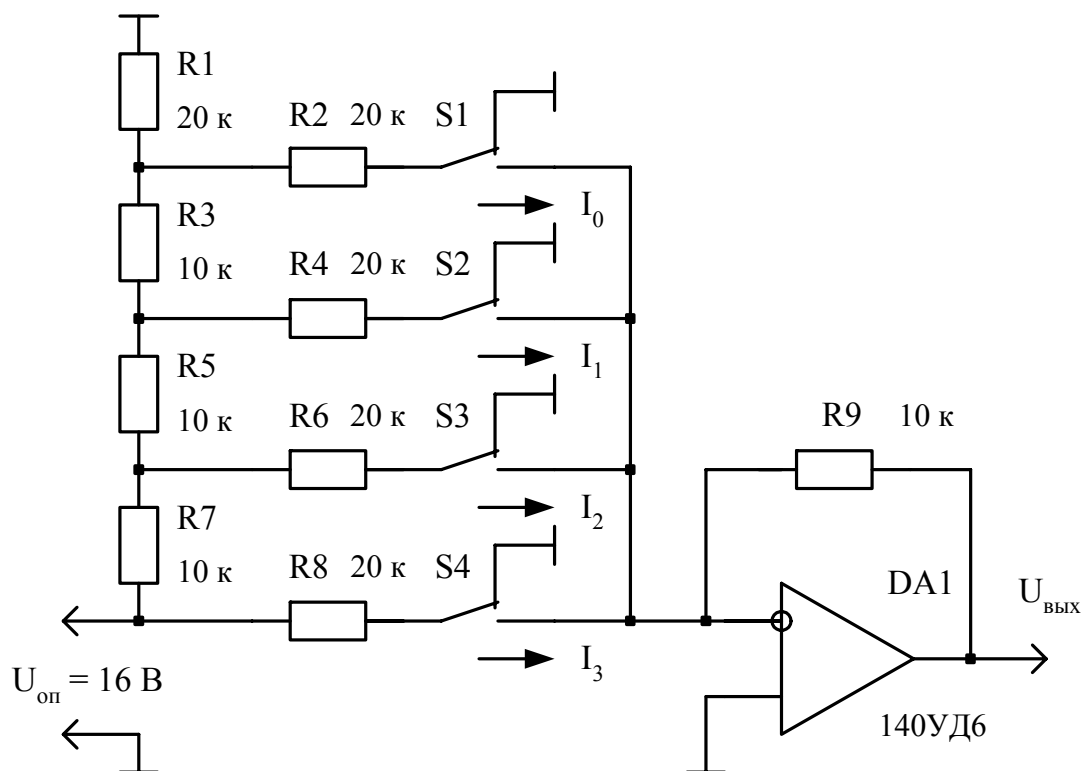

Рис. 5.1. ЦАП с резистивной матрицей $R-2R$
- резистивная матрица $R-2R$ (рис.5.1);
Изучить схему 4-х разрядного ЦАП (рис.5.1).